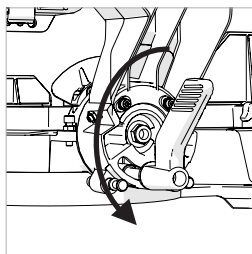

Fig. 66
- Używając uchwytu blokady nachylenia, poluzować śrubę blokady nachylenia ostrza. (Rys. 66)